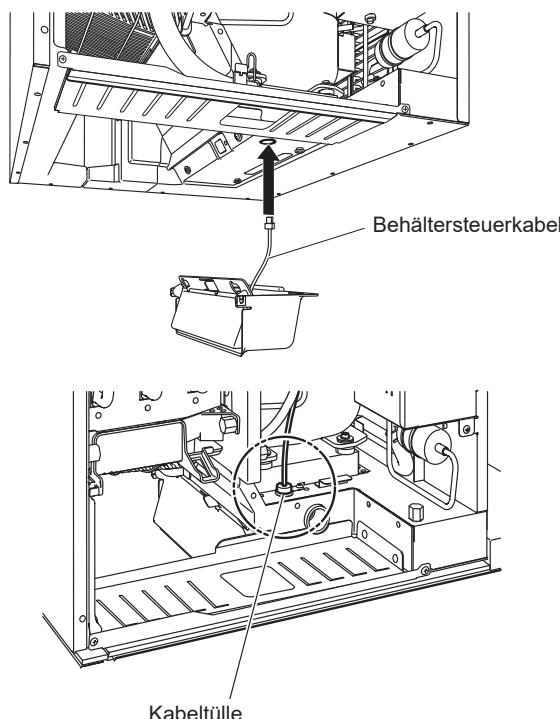

Abb. 5
- 6) Das Behältersteukabel durch die Öffnung unten im Geräteboden und danach durch die mitgelieferte Kabeltülle verlegen. Siehe Abb. 5.